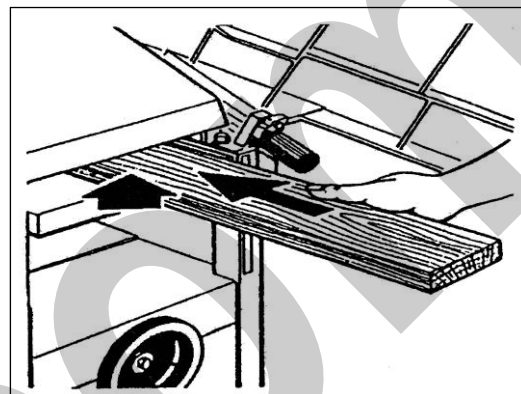

Figura 20 – Piallatura "a spessore".
Per eseguire una piallatura a spessore corretta occorre eseguire una determinata procedura (vedere la figura 20):
6. Accendere la macchina e spingere il pezzo in avanti (vedere la figura 20).